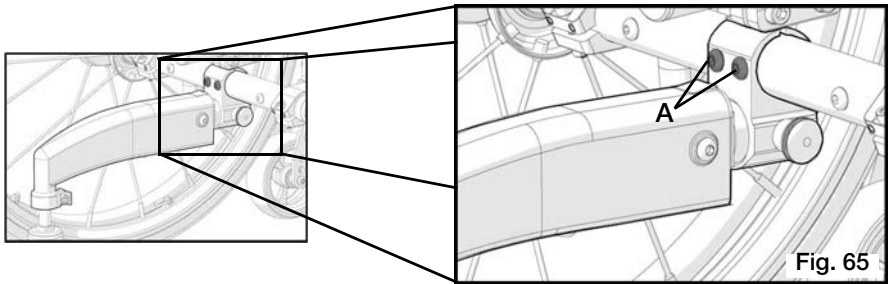

Fig. 65
### 3. Instrucciones para remoción con 5ta. Rueda Dinamica Fig. 65:
- Utilizando una llave hexagonal de 4mm y una llave de 10mm, retire los dos tornillos de 6mm, las arandelas y las tuercas del receptor (Fig. 65:A).